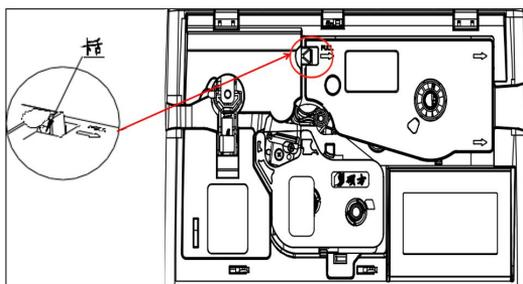

图 4 贴纸盒安装示意图
- (2) 轻轻地将贴纸盒右侧的卡舌，插入线号机上打印材料固定座内的卡槽中；
- (3) 压下贴纸盒直到左侧的卡舌“咔”的一声就位，并确保贴纸前端超过压紧轮，见图 4；